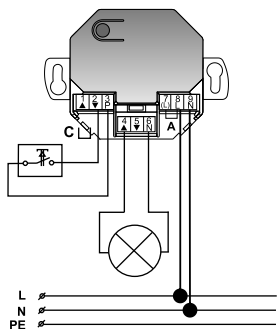

Рисунок 3
- Установить перемычку между контактами 1 и 2 (рис. 3, перемычка С).
- Снять перемычку между контактами 1 и 2 (рис. 3, перемычка С).
Лампы накаливания 230В с максимальной мощностью 220Вт можно подключить непосредственно к Intro II 8513 UPM (см. рисунок 3). При этом необходимо:
- подключить лампу накаливания к устройству (см. рис. 3)